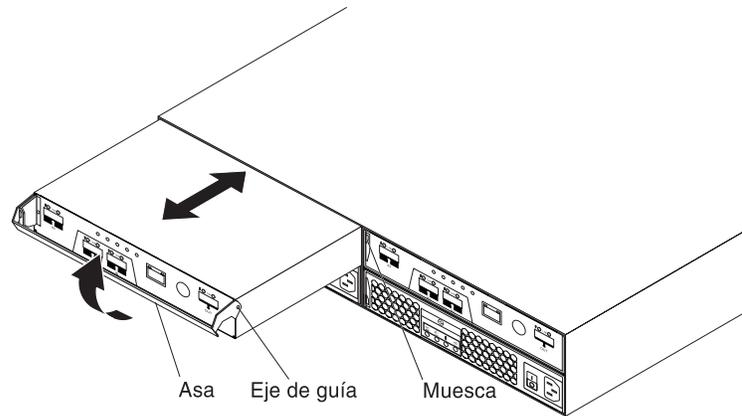

Figura 54. Instalación de un controlador
- b. Tire lentamente del asa hacia afuera para extraer el panel de relleno de la bahía, tal como se muestra en la Figura 54 en la página 79.
- b. Asegúrese de que los ejes de guía del lateral del controlador coinciden con las muescas del chasis del DS3400. Consulte la Figura 54.